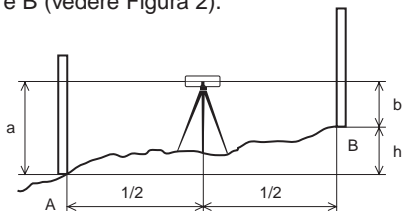

Figura 2
- ① Porre lo strumento in stazione tra due punti, chiamati A e B (vedere Figura 2).